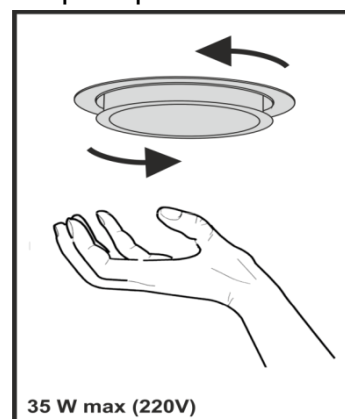

Рис.8
7.12 На витяжці встановленні галогенні лампи підсвітки робочої зони плити. Перед початком заміни ламп освітлення необхідно відключити витяжку від електромережі, дати можливість охолонути лампам Для заміни лампи необхідно зняти фільтри, віджати тримач патрона на себе, щоб лампа вийшла з корпусу витяжки, утримуючи тримач патрона, злегка надавити на лампу в напрямку патрона і, повернувши її проти годинникової стрілки, вийняти (рис.8). Замість неї необхідно встановити нову з тими ж характеристиками і встановити фільтри.